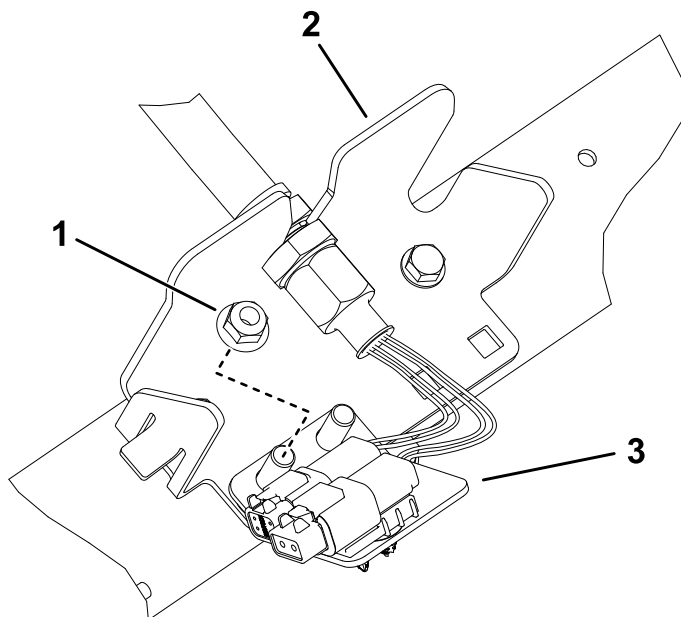

Bild 17
6. Wiederholen Sie die Schritte an den restlichen vier Schottstellen, wie in Bild 14 bis Bild 17 abgebildet.